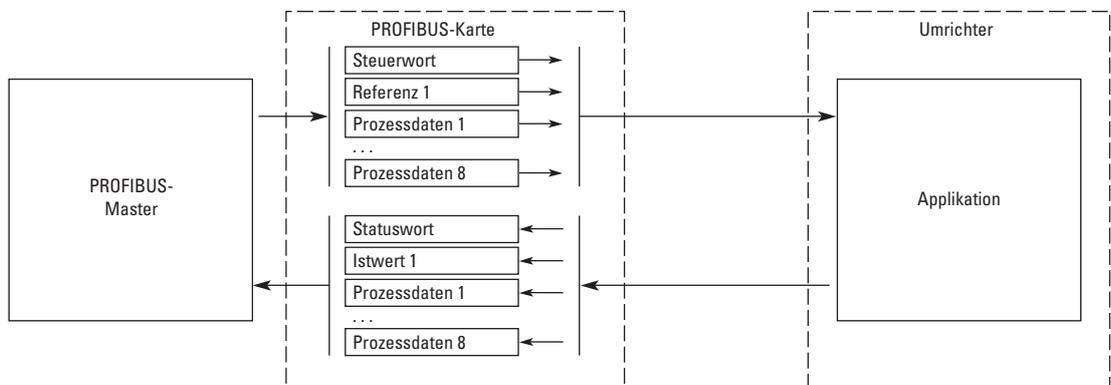

Abbildung 11: Gerätesteuerung mittels PROFIBUS
Mit Hilfe von Statuswort (SW) – vom Master gelesen – kann der Status des Geräts gesehen werden. Istwert (ACT) und PD1 – PD8 zeigen die Istwerte (→ Abbildung 11).
Der Steuerbefehl für den Antriebszustand (→ Abbildung 11). Der Antriebszustand beschreibt den Gerätestatus und die mögliche Befehlsfolge des Frequenzumrichters.